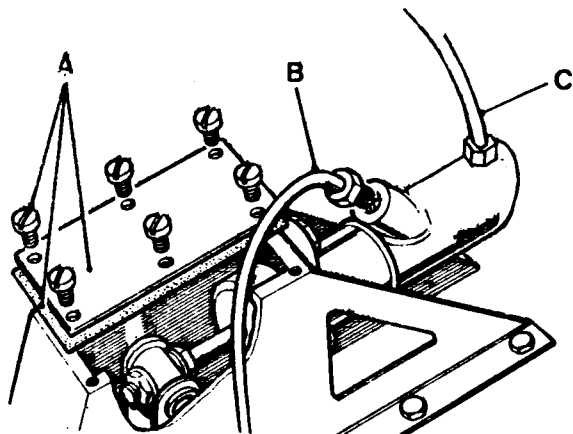
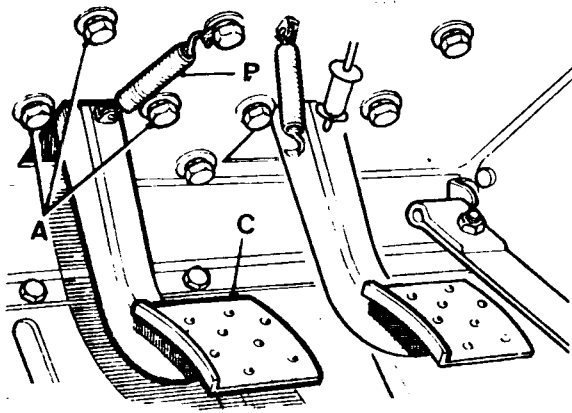
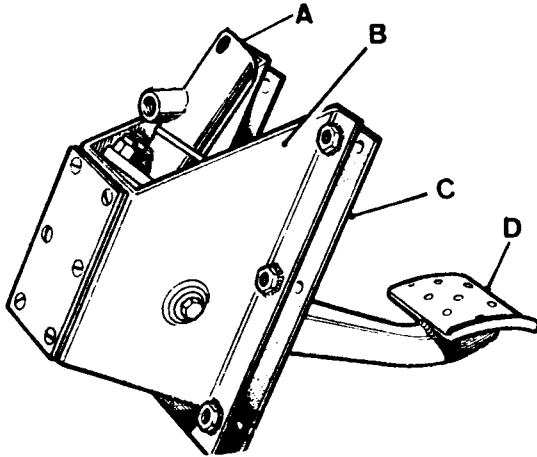

Fig. B2-17 - Tapa y cilindro principal del embrague.
Fig. B2-18 - Pedal del freno y piezas de sujeción del soporte.
Fig. B2-19 - Conjunto del soporte, pedal y cilindro principal.
1.1.- Con el capó desmontado, se soltarán las tuberías de entrada y salida de líquido al cilindro principal (fig. B2-17); se extraerán los tornillos que fijan el conjunto del soporte del pedal (fig. B2-18) y el muelle de retroceso, retirando el soporte con el cilindro principal y pedal (fig. B2-19).
1.2.- Después de quitar la tapa (fig. B2-17), sujeta por los correspondientes tornillos, se separará la junta y los elementos de fijación de la varilla de empuje, introduciendo luego ésta en el cilindro hasta que su extremo - deje libre el pasador al que se articula en el extremo de la palanca del pedal.